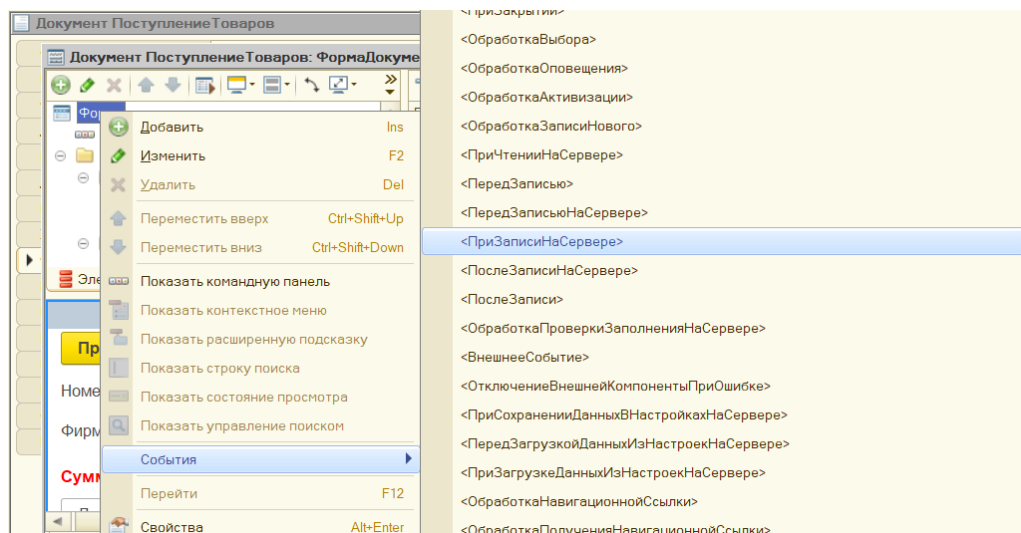

Рис. 3.7. Создание события формы
9. Для вывода пользователю сообщения о количестве строк и общем количестве товаров в документе необходимо создать событие формы **«ПриЗаписиНаСервере»** (рис. 3.7).